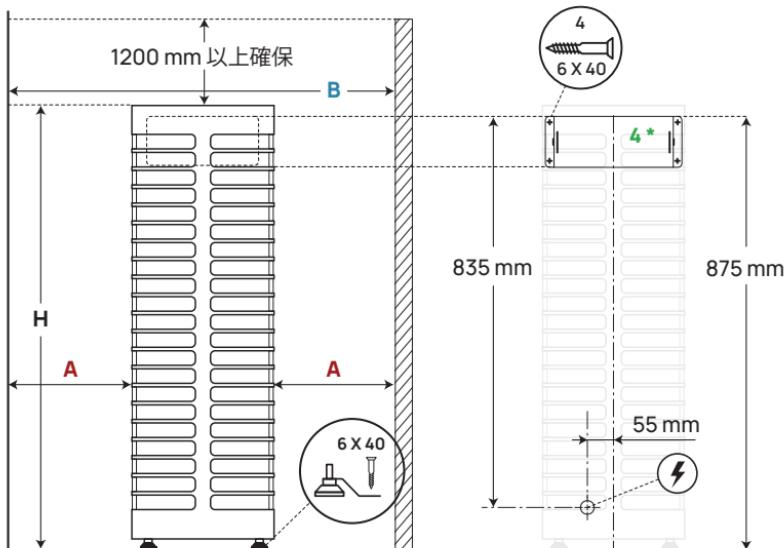

図1 サウナヒーターの設置位置
- サウナヒーターの設置場所には、離隔距離が確保されていますか？ サウナヒーター設置の際、サウナ室の天井および壁との離隔距離については、表1、図1をご参照ください。
- HUUM STEEL 6, 9, 11**各モデルは、同梱のプラケットを使って床に固定します。図1にならって、プラケットをサウナヒーターの脚に取り付け、適切なねじで床の構造に固定してください(最低6×40mmのねじを推奨)。
- HUUM STEEL Mini 4**は、同梱の壁掛けプレートを使って壁に固定してください。図1をご参照ください。